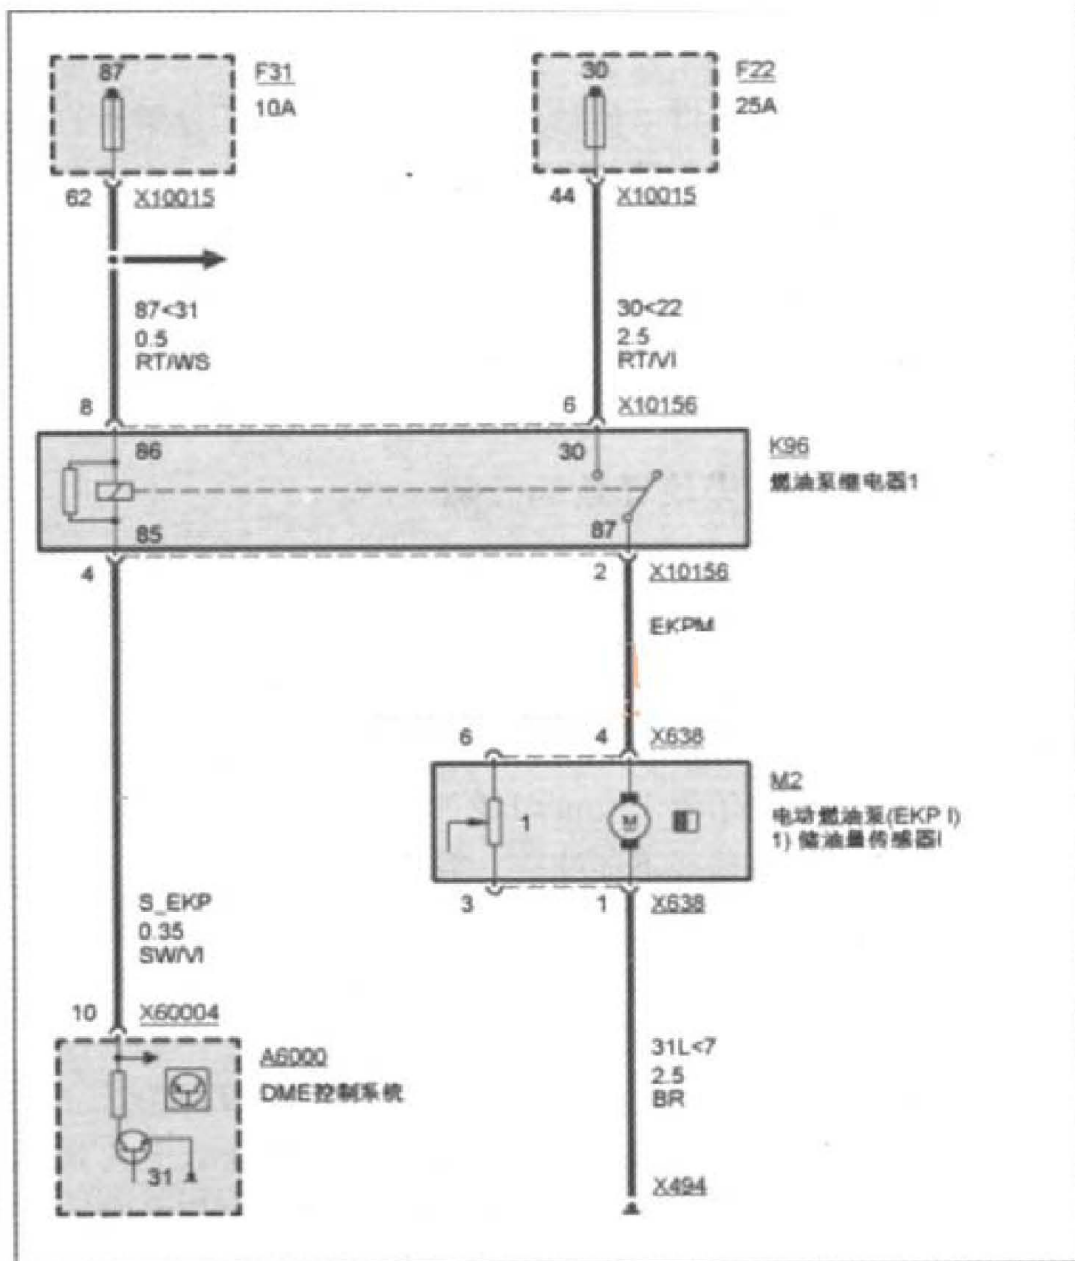

图3 燃油泵相关电路
- 4). 回顾了前几次的维修经历后,维修人员首先从燃油泵的工作电流检查起,连接汽车诊断仪 IMIB,把电流钳夹在燃油泵的供电线路正极导线上,然后启动车辆,测得燃油泵的工作电流为 8.320A,如图 1 所示。加大油门,使发动机的转速达到 4000r/min 左右,电流也基本稳定在 8.3A 左右,标准值是小于 9A,测得电流值正常。再用钳子夹住输油软管,不完全夹死,使车辆不至于熄火,增加燃油泵的输油负荷,测得电流为 16.395A(如图 2 所示),然后又在其他相同款的车辆进行相同方法的测量,结果测得结果基本相似,说明通过燃油泵的工作电流没有问题。接着再次把检查重点放回燃油泵的供电线路上,通过检测仪调出燃油泵的电路图如下图 3 所示。经常烧断的保险丝就